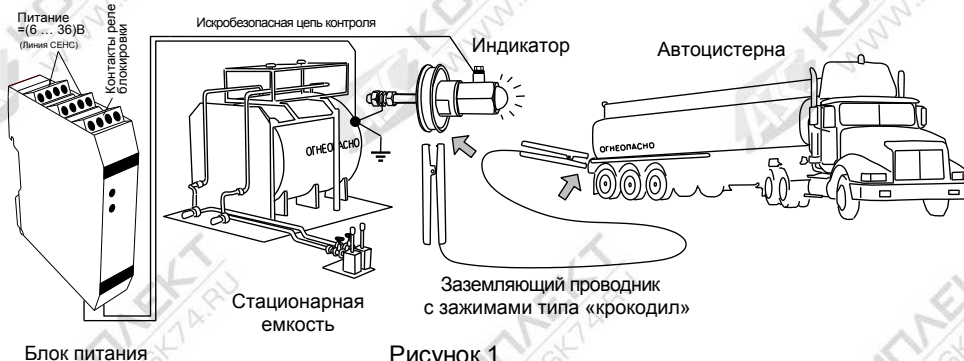

Рисунок 1
1.1 Изделия предназначены для заземления автоцистерн с целью отвода заряда статического электричества и устанавливаются на пункте слива/налива (рис.1).
7.1 В состав изделия входят (рис.1, 2): блок питания, индикатор, заземляющий проводник с соединительными зажимами (см. 6).